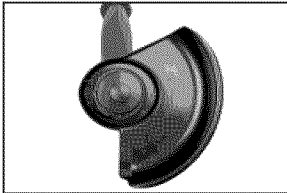

Figura 4 - Colocación del protector de corte sobre la cabeza de corte
2. Ponga la protección cortadora sobre la carcasa del carrete a un pequeño ángulo. Empuje la protección pulsando las aletas hacia el frente de la protección cortadora. (Vea la figura 4). Cálgase atrás de la guardia cortante en el lugar